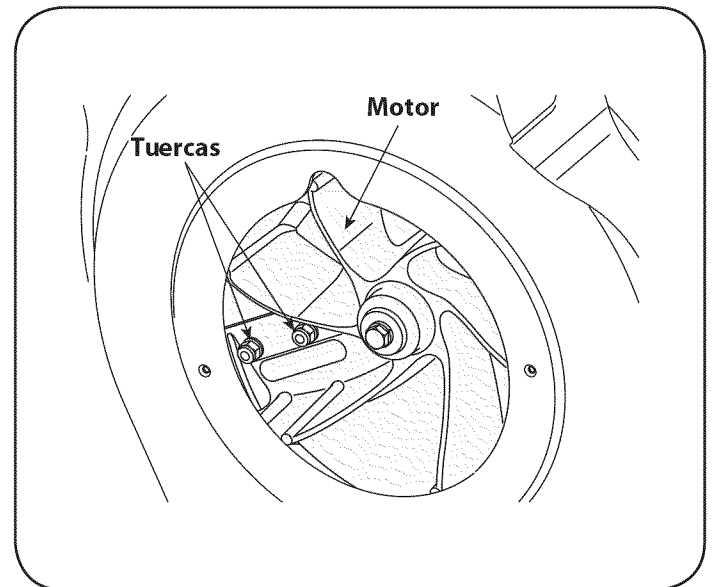

Figura 31
- Es posible alcanzar las tuercas de los tornillos de cabeza plana desde la parte inferior, mediante una llave universal de 1/2 pulg. con extensión. Vea la Figura 31.